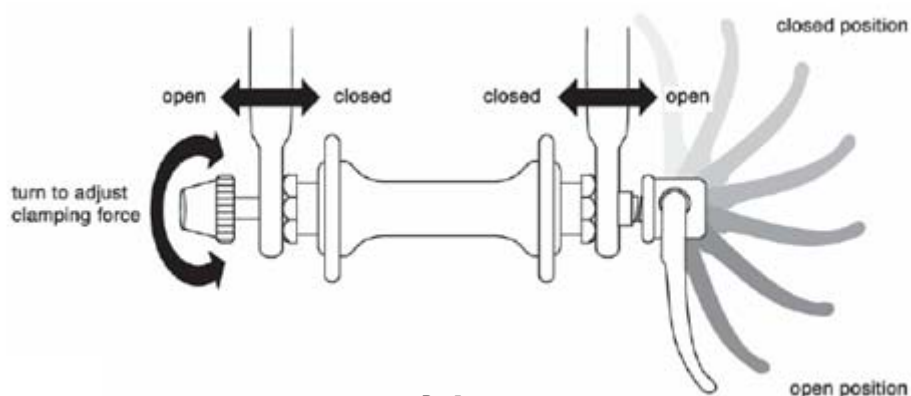

Рис.5
Эксцентрикые зажимы колес используют кулачковый привод для фиксации колеса без инструментов (См. рис.5). Поскольку силу зажима эксцентриков можно регулировать, важно, чтобы Вы понимали механизм их действия, способы их правильного использования, а также чувствовали усилие, которое Вам необходимо приложить для надежного закрепления колеса.
(3) Придерживая рычаг эксцентрика в положении «Open» (Открыто) одной рукой, другой рукой затяните регулировочную гайку до необходимого значения. (рис.5).
Многие велосипеды GIANT оснащены эксцентрикковыми зажимами выноса седла. Они работают по тому же принципу, что и эксцентрикковые зажимы колес (См. Раздел 4.А.1), и имеют такую же конструкцию (См. рис.5).